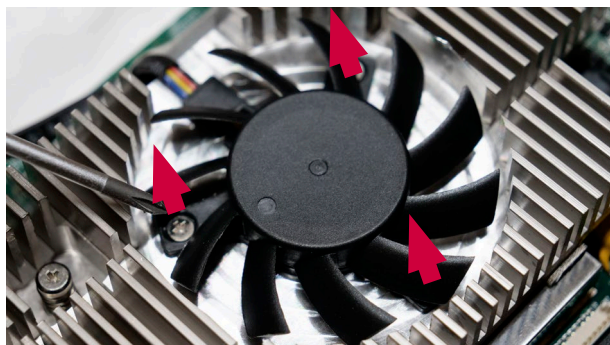

Figura 24 Rimuovere le viti dalla ventola
b) Allentare le tre viti che fissano la ventola (Figura 24)
- f) **Inserire e serrare le tre viti (coppia max. 0,3 Nm) che fissano la ventola (v. Figura 24)**